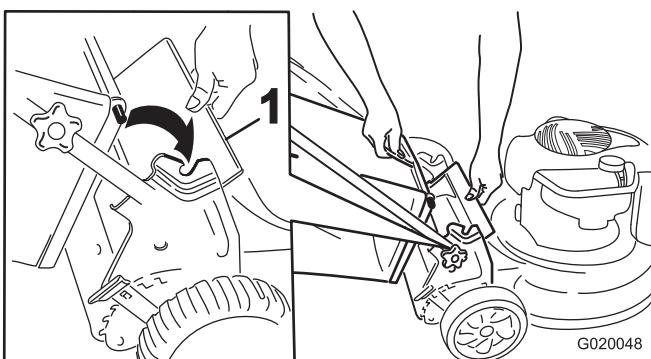

Figure 15
- Soulevez le déflecteur arrière (Figure 15).
- Insérez la poignée du bac à herbe dans les crans des supports du guidon (Figure 15).
1. Soulevez le déflecteur arrière (Figure 15).